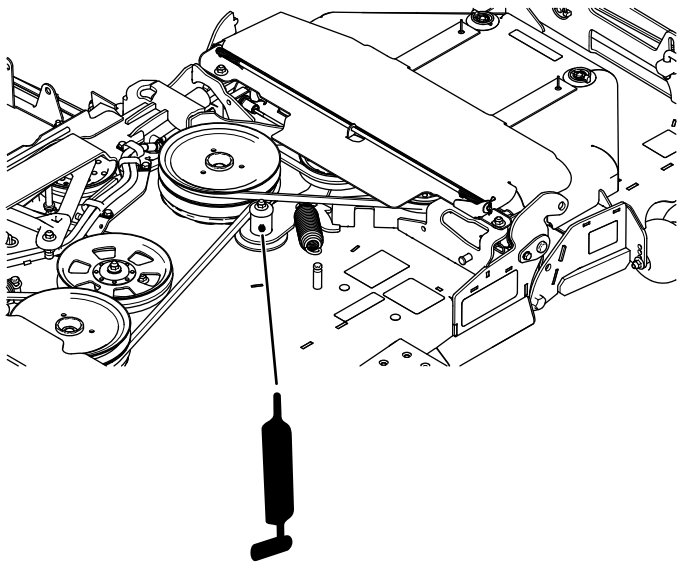

Figura 38
4. Engrase los 2 brazos tensores de la correa de transmisión (Figura 38).